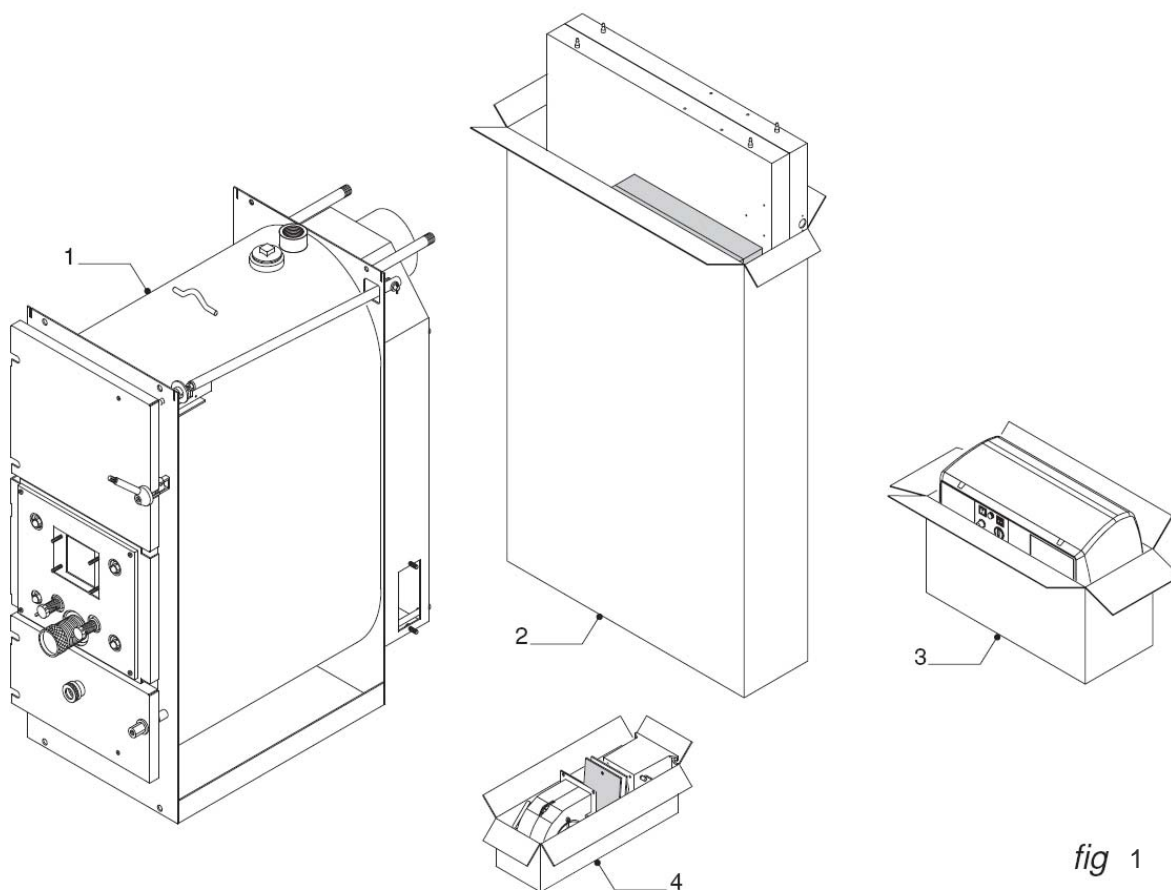

fig 1
- manöverpanel (3 fig.1)
- förbränningsluftsfläkt med skruvar (4)
- handtag och övriga smådetaljer (4)